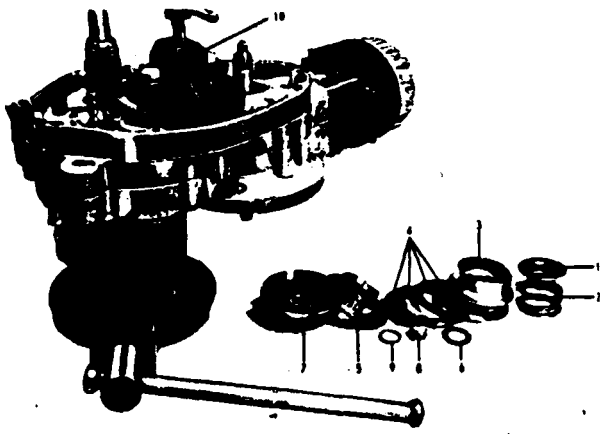

Fig. 9. Demontage koppeling en vertragingstandwiel
Als de koppeling bij het losdraaien van de koppelingsmoer slipt, dan een schroevendraaier in de uitsparingen van het koppelingshuis en de bovenste koppelingsplaat leggen. Hierdoor wordt het meedraaien van de koppeling tegengegaan. Achtereenvolgens verwijdert men dan de borgplaat, de veerschotel (fig. 9/4), de koppelingsveer (fig. 9/2), de veerkorf (fig. 9/3), het platenpakket (fig. 9/1), koppelingsnaaf (fig. 9/5), de vulring (fig. 9/6) 26/15/1 tussen naaf en huis, koppelin shuis (fig. 9/7), de bronzen bus (fig. 9/8) en de laatste vulring 22/15/1,7 (fig. 9/9).
- 2 Aandrijftandwiel afnemen. Indien dit niet lukt met de hand, dan moet trekker 050.7013 (fig. 9/10) gebruikt worden. De trekker wordt met twee bouten M8 op het tandwiel vastgezet, waarna door het aandraaien van de schroefspiridel het tandwiel kan worden afgenomen.